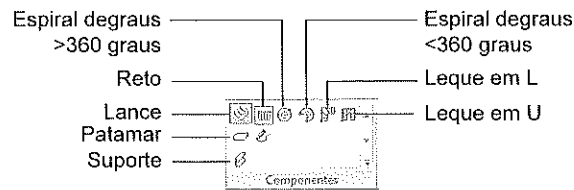

Figura 11.71 – Opções de Componentes.
- **Lance:** entra no modo de desenho de trecho e abre as opções da Figura 11.71.